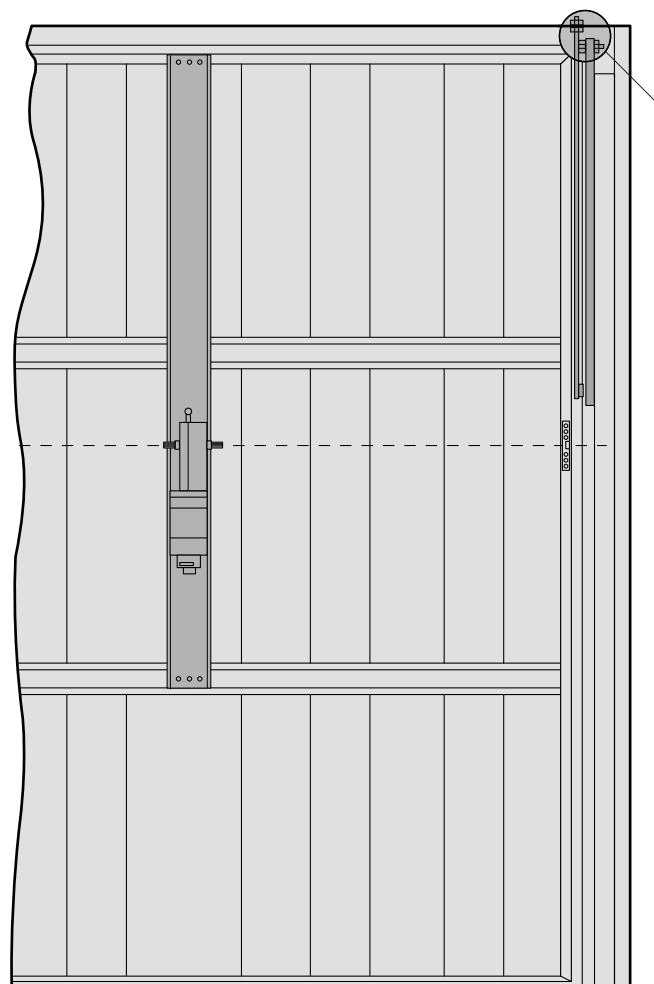

Fig. 5
- Soulever complètement le vantail, relever la cote "B" (fig. 4) et en tenir compte pour raccourcir aussi bien le bras que le tube de 30 mm. Fixer le tube et les brides angulaires avec la vis, la rondelle et l'écrou fournis de série. Monter le tube à l'extérieur, si possible le plus près du bras de la porte, et le fixer avec une vis ou en le soudant solidement (fig. 5). Montage du tube plus grand E 787A (pour des portes ayant une hauteur comprise entre 2400 et 2700 mm).
De bevestigingsplaatjes moeten in de hoek van de horizontale en verticale draagrail vastgemaakt worden indien ze nog niet voorzien zijn op de poort (Fig. 5)
- Das Tor ganz hoch kippen, das Maß "B" (Abb. 4) abmessen und sowohl den Arm als auch das Rohr um 30 mm kürzen. Das Rohr und die Winkelisen mit der mitgelieferten Schraube, der Unterlegscheibe und der Mutter befestigen. Das Rohr außen und so nahe am Torarm wie möglich anbringen und mit der Mutterschraube befestigen oder fest anschweißen (Abb. 5). Montage des Verlängerungsrohres E 787A (für Tore mit einer Höhe zwischen 2400 und 2700 mm).